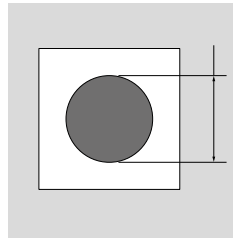

Fig. 11.1.1
- Podnoszenie ładunku dozwolone jest wyłącznie w miejscach podnośnika, do tego celu przeznaczonych (pazur i głowica). Ciężar powinien leżeć centralnie na głowicy lub pazurze (rys. 11.1.1).